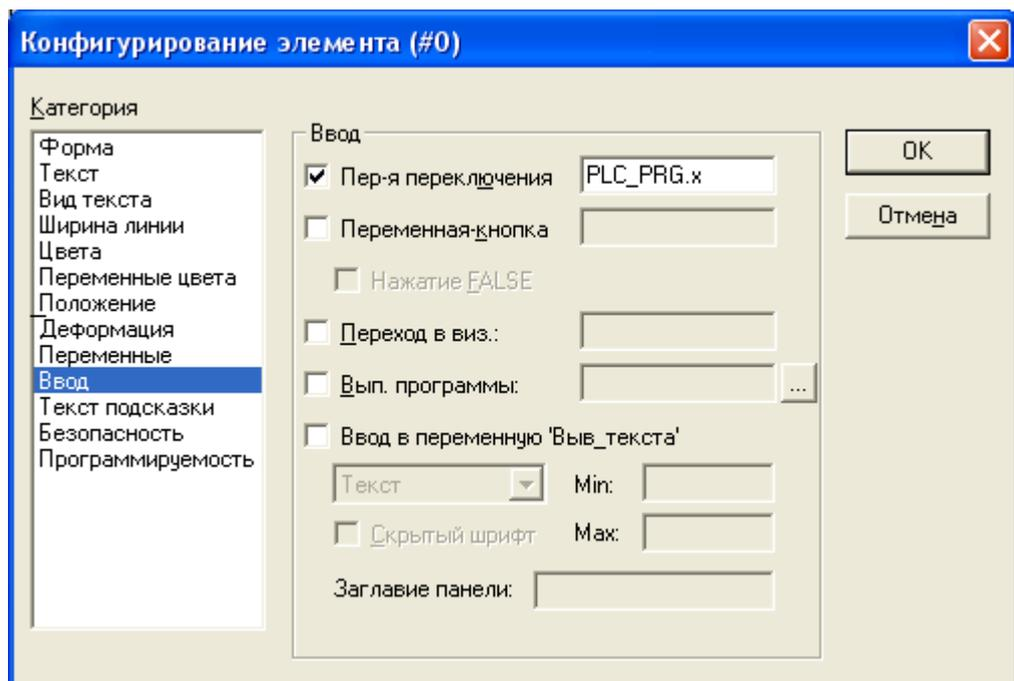

Рисунок 4 – Вибір змінної перемикання
- г) **Введення – Зм-а. перемикання: F2** – вибрати змінну (рисунок 4), **ОК**.